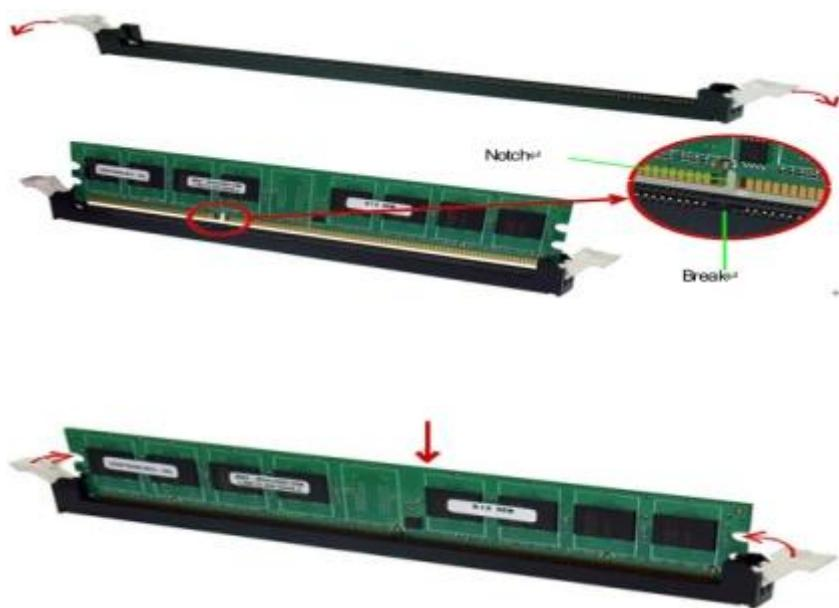

图 6 内存条安装方式
2、如果插头未松动，工控机上电后如果只有电源指示灯（绿）亮，风扇转动，但转一会就停，停一会又转，则需要断电后拔出内存条，使用柔软的无尘布蘸少许酒精，轻轻擦拭内存条金手指，然后重新将内存插回主板（如图 6 所示），并卡紧卡扣。